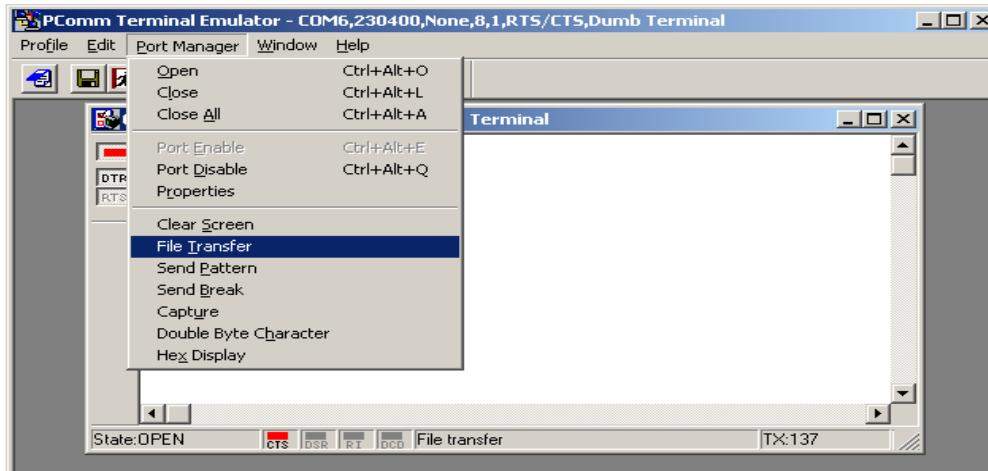

Рис. 7. Вход в меню выбора параметров передачи файла.
10. Прежде чем приступить к записи, определите, в какую ячейку памяти хотите записать сообщение. Для записи тестового сообщения в диалоговом окне введите с клавиатуры команду «`write1`», речевого сообщения для персонала команду «`write2`», тревожного сообщения - «`write3`». После этого нажмите клавишу «`enter`». Затем откройте вкладку «Port Manager» и выберите команду «File Transfer» (рис. 7).